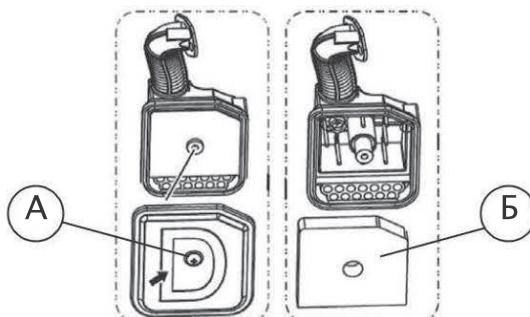

Рисунок 4-5. Воздушный фильтр в сборе
2. Отвинтите болт (A) и снимите крышку воздушного фильтра. Смотрите рисунок 4-5.
3. Промойте фильтр (B) в мыльной воде. Выжмите насухо в чистую ткань (НЕ СКРУЧИВАЙТЕ).